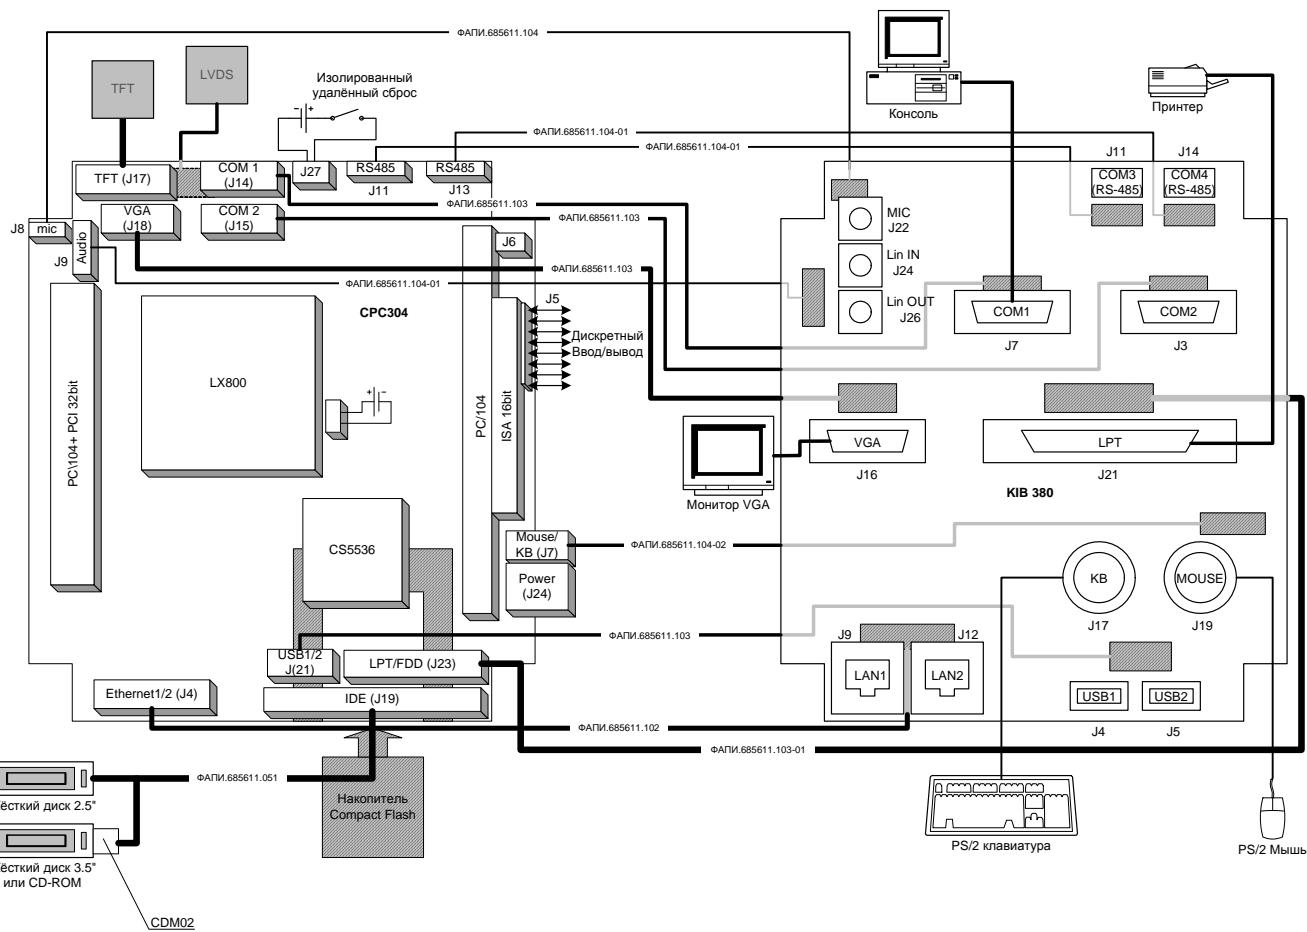

Рисунок 5.1 – Схема подключения внешних устройств к модулю
- 1) удалённая консоль (ПК с запущенной терминальной программой) через «нуль-модемный» кабель¹⁾ и кабель ACS00023 (ФАПИ.685611.082) из комплекта поставки модуля, например, к разъёму порта COM1²⁾ (J14) модуля или через «нуль-модемный» кабель непосредственно к стандартному разъёму порта COM1 (J7) интерфейсного модуля KIB380 (ФАПИ.469515.004) из дополнительных аксессуаров модуля (см. рисунок 5.1),
- 2) панель LCD (TFT/LVDS) соответственно к разъёмам портов: TFT (J17)/ LVDS (J16) или монитор RGB (VGA) непосредственно к стандартному разъёму порта VGA (J16) интерфейсного модуля KIB380 (см. рисунок 5.1);
- 2) PS/2 клавиатура к разъёму порта Mouse/KB (J7) модуля или непосредственно к стандартному разъёму порта KB (J17) интерфейсного модуля KIB380 (см. рисунок 5.1);